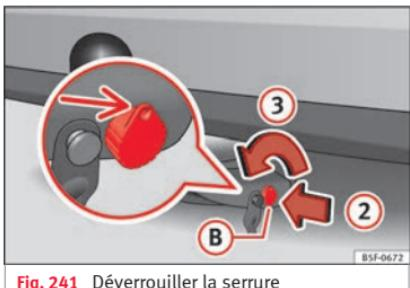

Fig. 241 Déverrouiller la serrure
- Introduisez la clé **B** dans la serrure dans le sens de la flèche **2** » fig. 241.